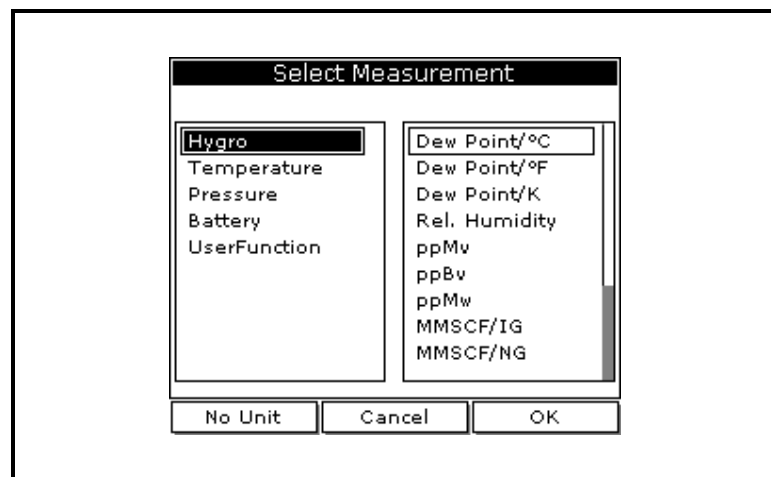

Figura 1-7: La ventana de Select Measurement
2. Use las teclas de flecha para desplazarse a **Measurement** y oprima [ENTER]. La pantalla se parece a la Figura 1-7 a continuación. La columna a la izquierda presenta los cinco tipos de medición y la columna de la derecha presenta las unidades de medición.